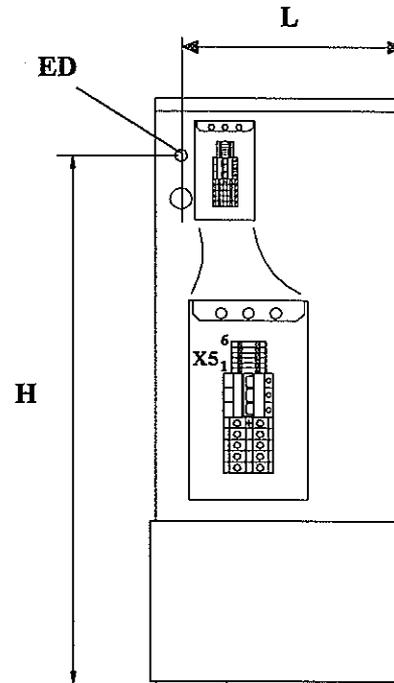

fig. 26
- Secure the wire guard in the hole **ED (fig. 26)** and insert the wire inside the terminal block.
- Connect the supply wire to terminals **X5, (fig. 26)**, refer to *tbl. 14*, depending on the type of washer control.
- Fijar el protector del conductor en el orificio **ED (fig. 26)** e introducir el conductor en el interior de la caja de bornes.
- Conectar el conductor de alimentación a los bornes **X5, (fig. 26)**, según *tbl. 14*, dependiendo del tipo de control de la lavadora.
- Fixer le protecteur du câble sur l'orifice **ED (fig. 26)** et introduire le câble à l'intérieur du boîtier de bornes.
- Connecter le câble d'alimentation aux bornes **X5 (fig. 26)**, suivant le *tbl. 14*, et d'accord au type de contrôle de la machine.